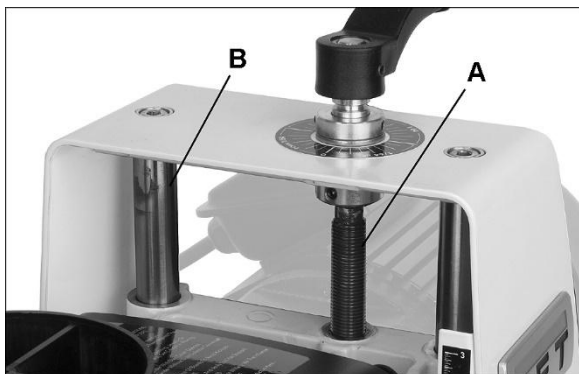

Abbildung 10-1
- Die Höhenspindel (A, Abb. 10-1) gelegentlich schmieren.
- Die Führungssäulen (B, Abb. 10-1) sauber halten.